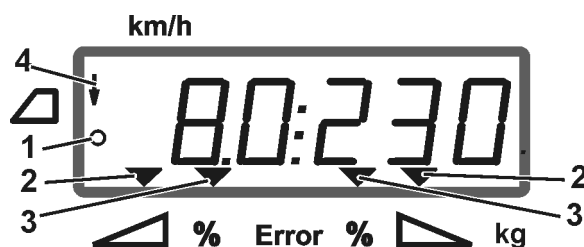

Fig. 6
- **AMADOS⁺** erhåller impulser för beräkning av distansen (Fig. 6/1),
- att skjutspjället är öppet (Fig. 6/2).
- Gränsspridningen visas med hjälp av en pil på displayen (Fig. 6/4).
- På arbetsdisplayen påvisar trekantssymbolen (Fig. 6/3) att spridningsmängden har ändrats.